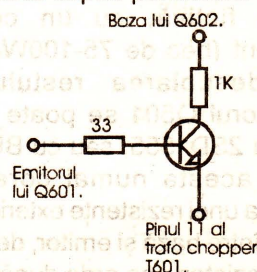

Figura 2
4. O altă metodă de protecție a TV o constituie montarea tranzistorului suplimentar prezentat în **figura 2**, având un rezistor de 33Ω în bază și unul de $1K\Omega$ în colector, conform notațiilor de pe figură. Tranzistorul este de polaritate npn, cu siliciu și poate fi de tip BC171 (2SC1685 etc.). Funcționarea acestui mic montaj de protecție este prezentată în continuare. La creșterea curentului prin tranzistorul comutator Q601, "căderea" de tensiune pe rezistența sa de emitor va crește și ea. De fapt, această tensiune (dintre emitorul tranzistorului Q601 și pinul 11 al transformatorului chopper T601) reprezintă tensiunea de comandă BE a tranzistorului nostru de protecție (**figura 2**). Acest tranzistor va începe să se deschidă și va șunta traseul dintre baza lui Q602 și emitorul lui Q604 (conectat la pinul 11 al trafo chopper) ajungând ca la saturație să șunteze comanda din baza tranzistorului compus de tip pnp (alcătuit din Q602 și Q604), determinând astfel blocarea tranzistorului comutator de putere Q601 și întreruperea tensiunii de alimentare a TV.